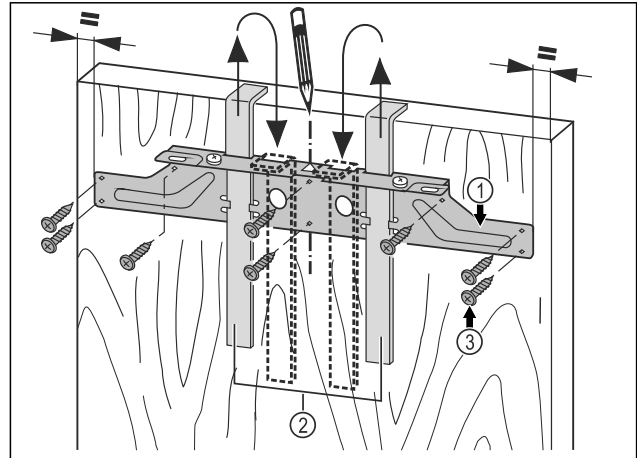

Fig. 43
- ▶ Accrocher la traverse de fixation Fig. 43 (1) du côté intérieur de la porte du meuble avec les aides au montage Fig. 43 (2).
- ▶ Aligner la traverse de fixation Fig. 43 (1) au centre de la porte.
- ▶ visser fermement la traverse de fixation Fig. 43 (1) avec au moins 6 vis Fig. 43 (3).
- ▶ visser fermement la traverse de fixation Fig. 43 (1) au bord avec 4 vis Fig. 43 (3).
- ▶ Retirer les aides au montage Fig. 43 (2) par le haut et les insérer retournées dans les ouvertures situées à côté.